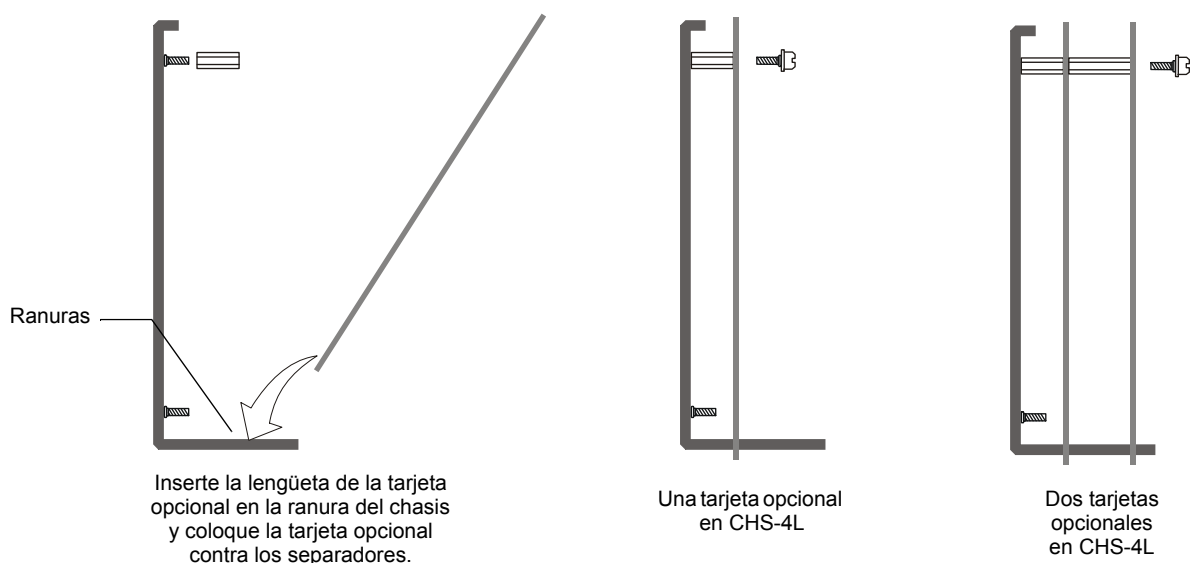

Figura 3.9 Montaje de una tarjeta opcional en un chasis (se muestra CHS-4L)
1. Deslice las lengüetas de la parte inferior de la tarjeta opcional en las ranuras del chasis como se muestra en la Figura 3.9.